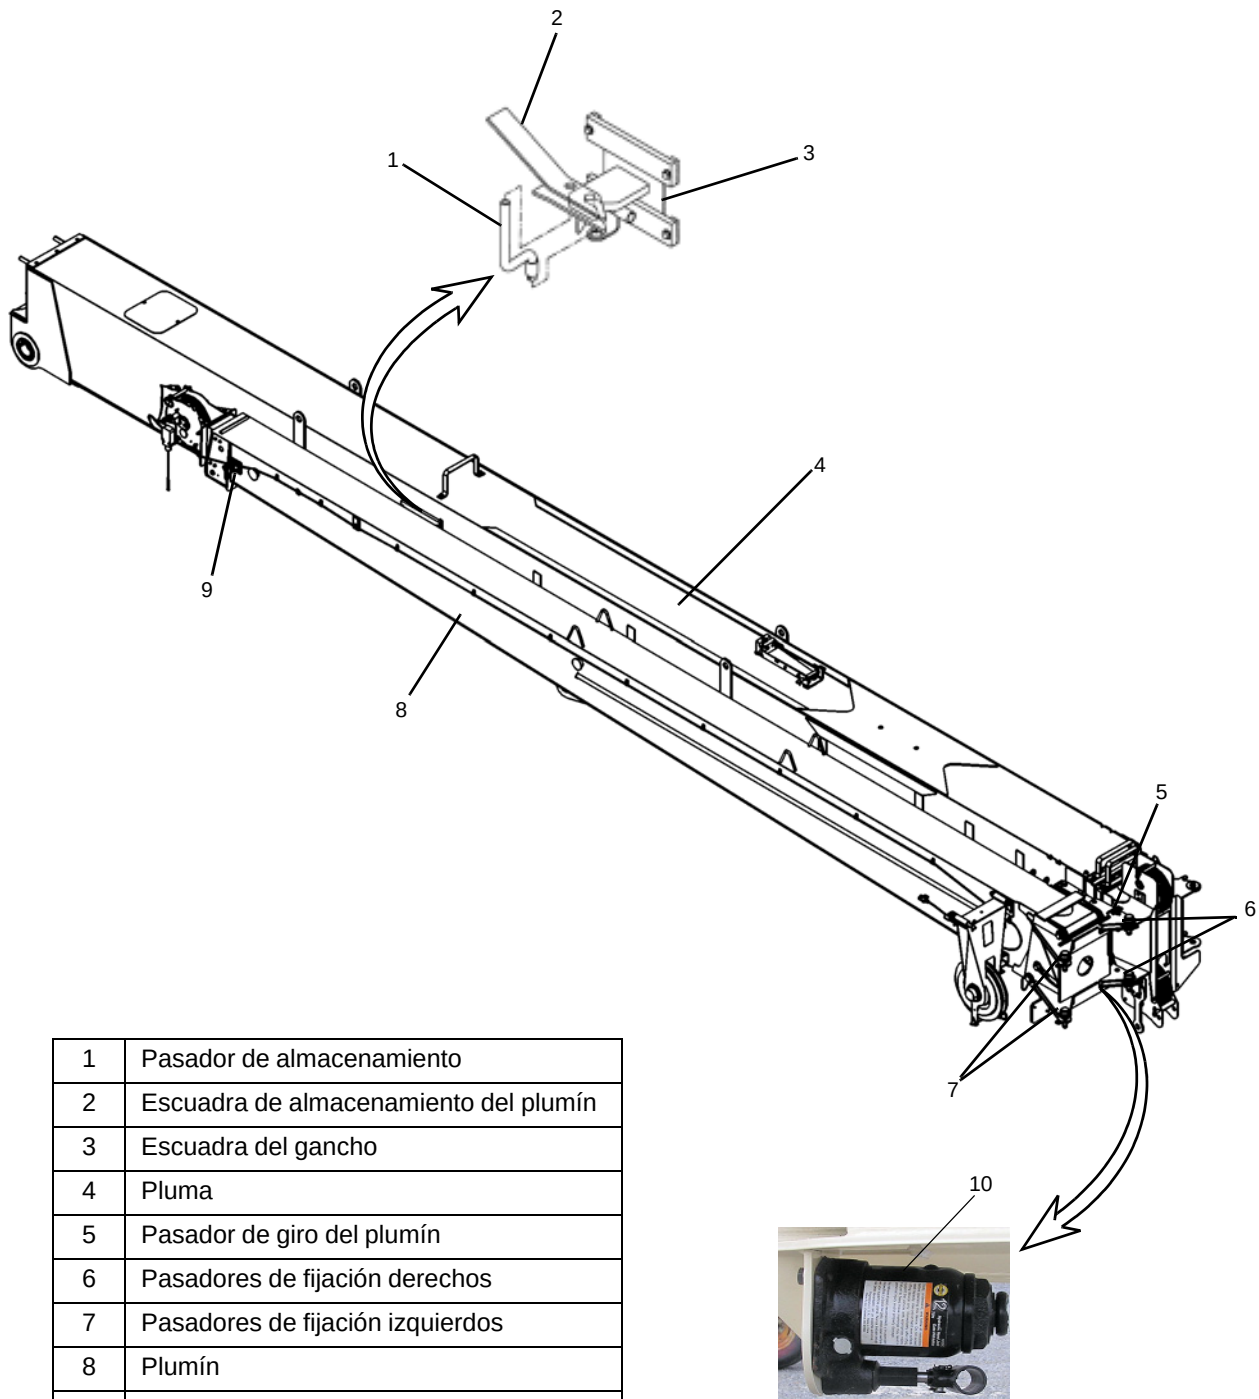
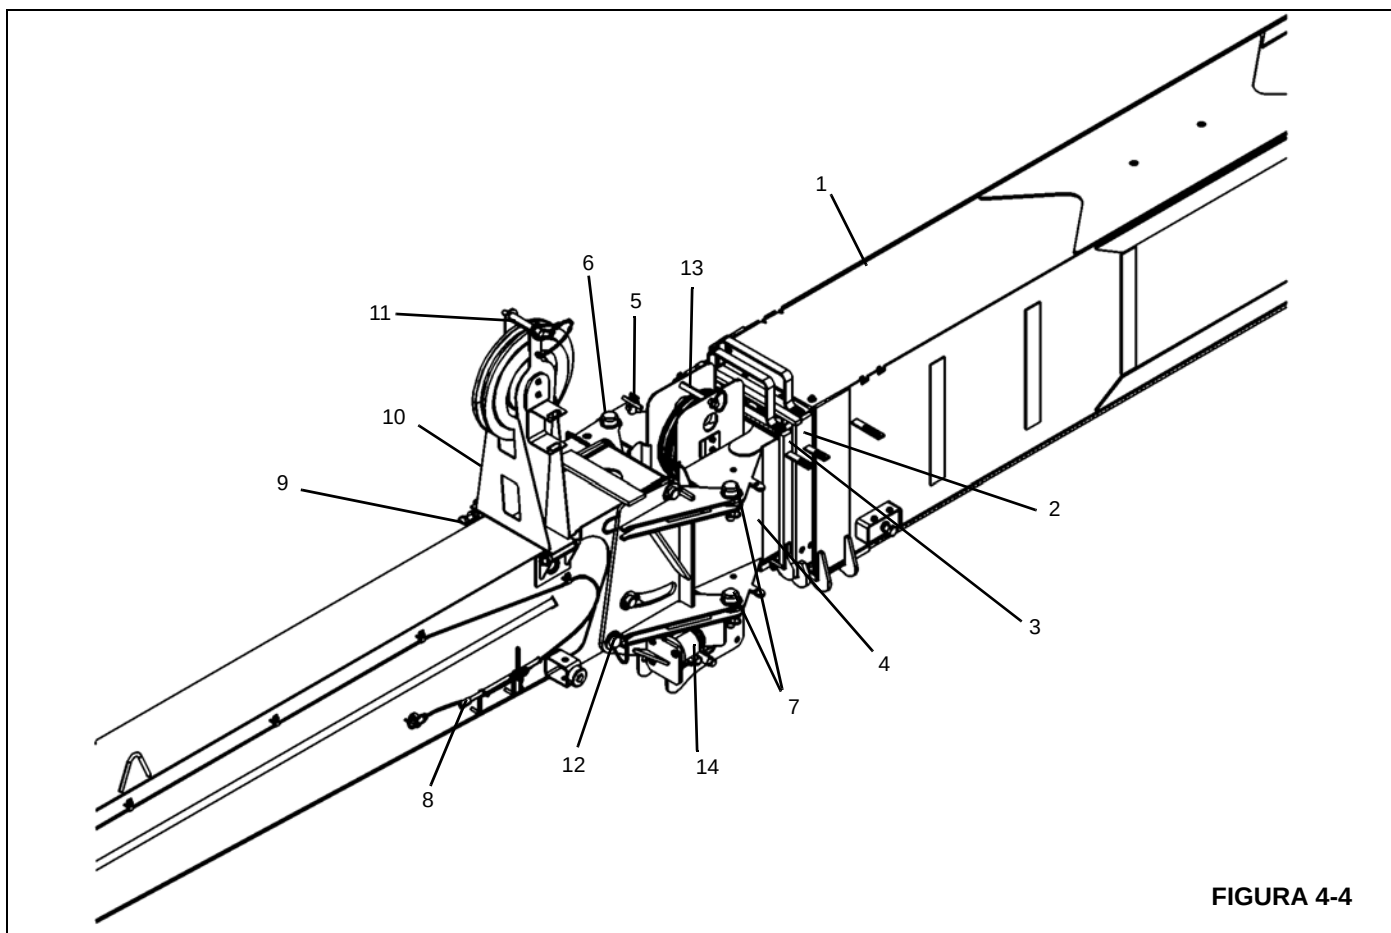

FIGURA 4-3
FIGURA 4-4
6. Verifique que el plumín esté debidamente almacenado (Figura 4-3):
- a. El retiro de los pasadores de fijación derechos (6), sin la instalación correcta del pasador de almacenamiento (1) y el pasador de giro del plumín (5), podría permitir que el plumín se caiga.
- b. Si se extiende la pluma con el plumín almacenado y sin haber extraído los pasadores de fijación derechos (6), se dañará la máquina al extenderla.
7. Intente girar el plumín a la posición de trabajo o de almacenamiento únicamente con la pluma horizontal, con el pasador de almacenamiento (1, Figura 4-3) y el pasador de giro del plumín (5,) retirados y los pasadores de fijación derechos (6) instalados en su lugar. El plumín podría girar fuera de control si la pluma no está horizontal.
12. No extienda/retraiga la pluma a menos que se encuentre en posición horizontal y se hayan extraído el pasador de almacenamiento (1, Figura 4-3) y el pasador de giro del plumín (5) durante los procedimientos de colocación o retiro de la posición de almacenamiento.
1. El pasador retenedor de plumín (9, Figura 4-3) siempre deberá estar instalado durante el funcionamiento.
3. La sección extensible puede salirse de la 1ª sección del plumín cuando se saca el pasador de retención de plumín (9, Figura 4-3). Mantenga al personal alejado del área.
2. Utilice la función de elevación para bajar la pluma de modo que los pasadores de fijación (6 y 7, Figura 4-3) puedan accederse fácilmente desde el suelo.
4. Instale los pasadores de fijación derechos (6, Figura 4-3) en las orejetas superior e inferior del plumín con las pinzas de resorte retenedoras. Estos pasadores se utilizan como punto de pivote para girar el plumín a la posición desplegada.
5. Ubique la posición de almacenamiento de los pasadores de fijación (7, Figura 4-3). Si están en los agujeros de fijación del plumín o los agujeros de plumín en la caja de poleas de la pluma, saque los pasadores de la posición de almacenamiento.
6. Saque el pasador de giro del plumín (5, Figura 4-3) de la orejeta superior del plumín.
7. Saque el pasador de almacenamiento (1, Figura 4-3) y almacénelo en la escuadra del gancho (3); asegúrelo con una pinza de resorte.
10. Utilice la función de telescopización para extender la pluma lentamente aproximadamente 30 cm (12 pulg). Este procedimiento saca el plumín de la escuadra del gancho (3, Figura 4-3).
12. Instale el pasador de fijación superior izquierdo (7, Figura 4-3) y su pinza de resorte. Podría ser necesario martillar los pasadores levemente para instalarlos. Siempre utilice gafas protectoras al efectuar este paso.
13. Use el gato de alineación (10, Figura 4-3) para alinear el pasador de fijación inferior izquierdo (7, Figura 4-3).
- a. Quite la manija del gato (8, Figura 4-4) de la escuadra de almacenamiento de la pluma y compruebe que la válvula de liberación del gato esté cerrada.
- b. Extienda el gato de alineación (10, Figura 4-3) de modo que los agujeros de pasador inferior izquierdo (7, Figura 4-3) queden alineados.
- c. Instale el pasador de fijación inferior izquierdo (7, Figura 4-3) y su pinza de resorte.
- d. Abra la válvula de liberación del gato y retraiga el gato (10, Figura 4-3).
19. Instale el pasador de giro del plumín (5, Figura 4-3) y su pinza de resorte en las orejetas del plumín.
20. En el plumín extensible manual, tire del pasador de retención del plumín (9, Figura 4-3) y extienda la segunda sección tirando de la caja de poleas. Cuando la segunda sección del plumín se extiende, llega hasta un tope mecánico que permite instalar el pasador de retención de plumín (9, Figura 4-3). Instale el pasador (9) y la pinza de resorte.
- Los dos pasadores (6, Figura 4-3) instalados correctamente en los agujeros superior e inferior del plumín y a través de los agujeros correspondientes en la punta de la pluma.
1. Utilice la función de elevación para bajar la pluma de modo que los pasadores de fijación de ese lado (6 y 7, Figura 4-3) puedan accederse fácilmente desde el suelo.
2. Plumín de dos secciones - En los plumines extensibles manualmente, tire del pasador de retención de plumín (9, Figura 4-3) y retraiga la 2ª sección completamente dentro de la sección telescópica 1. La retracción de la 2ª sección puede facilitarse si se fija un receptáculo de cuña de cable de carga a la punta del plumín. Accione la función de elevación del malacate lentamente hasta retraer la 2ª sección completamente.
3. Plumín de dos secciones: Vuelva a instalar el pasador de retención de plumín (9, Figura 4-3) a través de las secciones 1ª y 2ª del plumín y colóquelo una pinza de resorte.
7. Saque las pinzas de resorte de los pasadores de fijación izquierdos (7, Figura 4-3 y Figura 4-4) de las orejetas superior e inferior del plumín.
8. Quite el pasador de giro del plumín (5, Figura 4-3) de la punta de la pluma.
9. Saque los pasadores de fijación izquierdos (7, Figura 4-3 y Figura 4-4) de las orejetas superior e inferior del plumín. No retire los pasadores de fijación derechos (6) por el momento. Los pasadores de fijación derechos (6) se utilizarán como punto de pivote para girar el plumín a la posición de almacenamiento. Podría ser necesario martillar los pasadores levemente para sacarlos.
12. Utilice el cable guía conectado a la caja de poleas del plumín para girar el plumín lentamente a la posición de almacenamiento (paralelo a la sección telescópica 1 de la pluma). Los pasadores de fijación del lado derecho (6, Figura 4-3) son los puntos de pivote del plumín durante esta operación.
13. Instale el pasador de giro del plumín (5, Figura 4-3) con pinza de resorte a través de los agujeros de la orejeta del plumín y la caja de poleas de la pluma. Este pasador mantiene el conjunto del plumín alineado (paralelo) con la 1ª sección de la pluma.